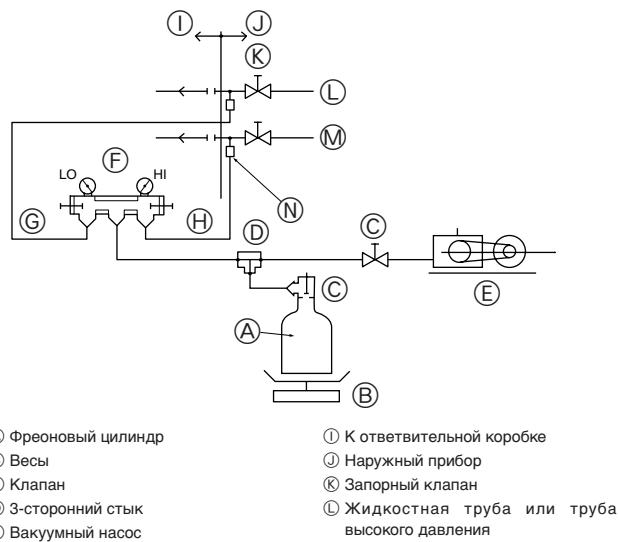

Fig. 5-14
② Создание вакуума (Fig. 5-14)